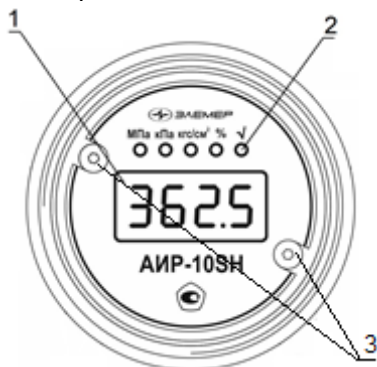

Рисунок 2.1 - Общий вид передней панели АИР-10SH в корпусах АГ-15И, НГ-15И
2.4.1.3 На лицевой стороне электронного блока АИР-10SH (корпуса АГ-15И, НГ-15И) расположены (см. рисунок 2.1):